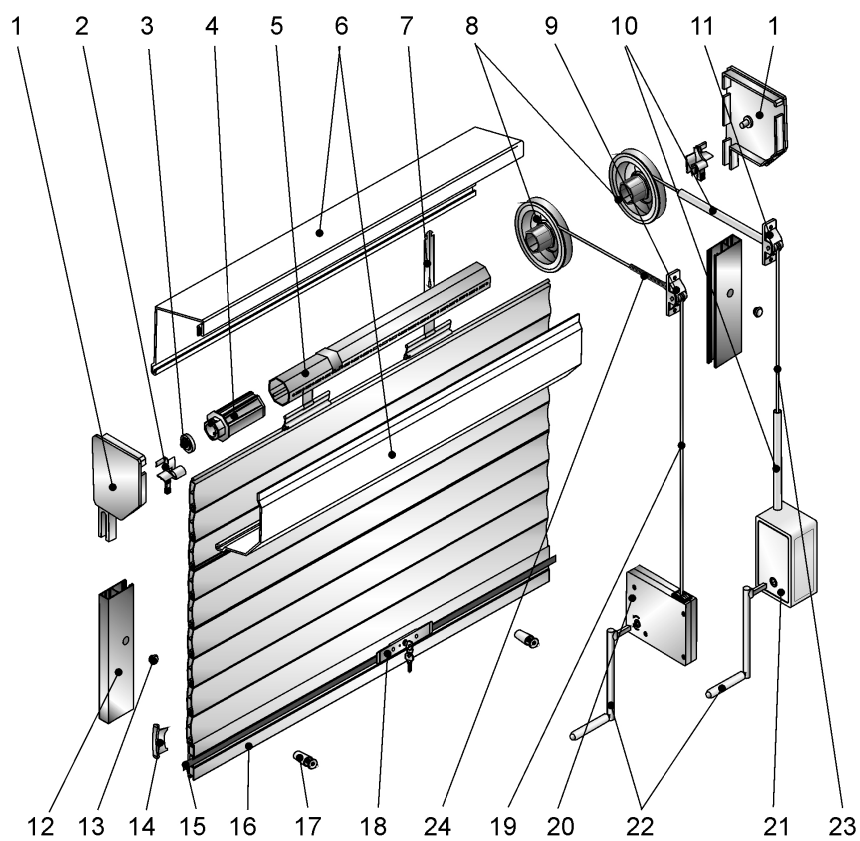

Рис.4 Комплектация защитных роллет со шнуровым или кордовым приводами
1.3.7 Устройство и порядок работы роллеты, оснащенной шнуровым или кордовым приводами (см. рис.4):